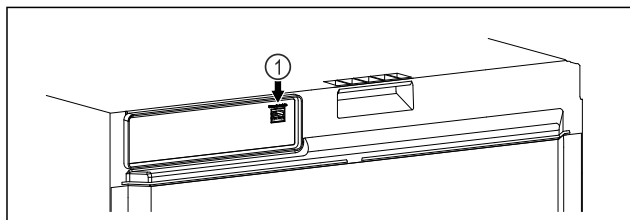

Fig. 114
- ☐ Le SmartModule Fig. 114 (1) est installé.